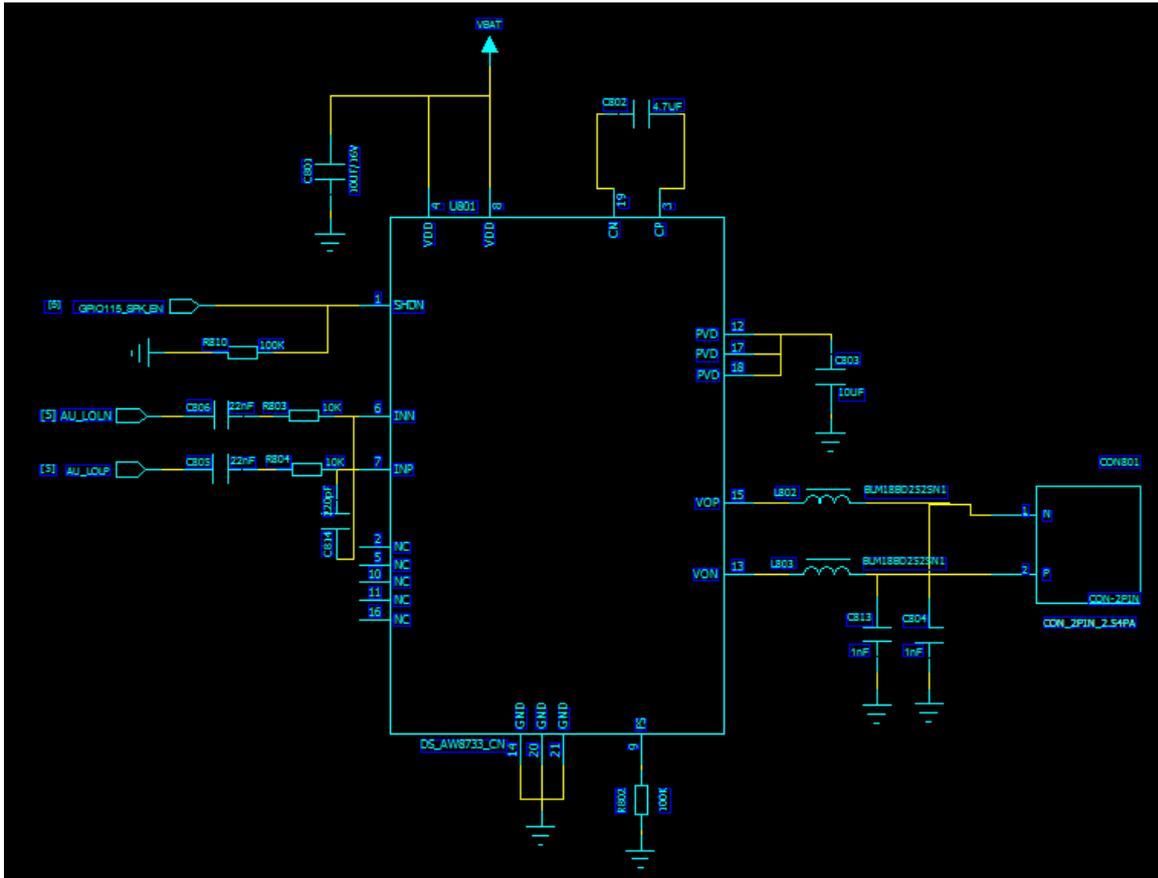

图 3-7
■ AU\_SPK1P/ AU\_SPK1N 用于音频 PA 的输入, XY5501 的核心板内部无音频功放, 因此需要外部加音频功放电路, 其典型应用电路如图 3-7 所示。